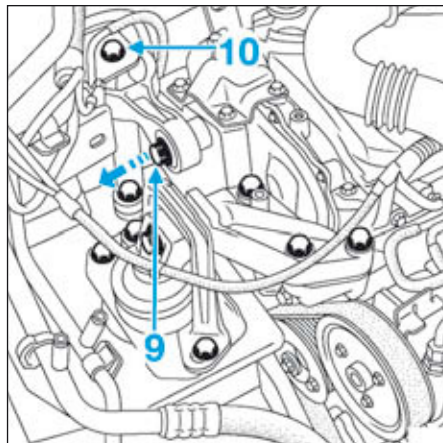

FIG.6
- Déposer la vis (9) (Fig.6) de la biellette supérieure de reprise de couple.
- Desserrer la vis (10) de la biellette supérieure de reprise de couple.